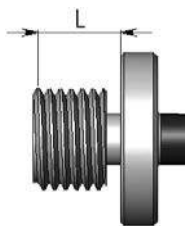
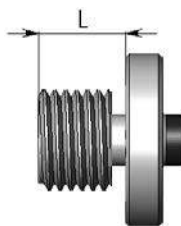
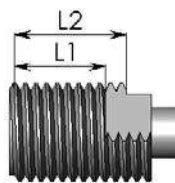
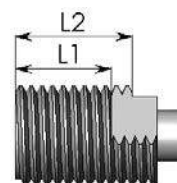

Fig. 1
Fig. 2
Fig. 3
Fig. 4
- » Pour ce type de produit, il est nécessaire de spécifier correctement si la longueur à contrôler part du sommet du premier filet (Fig. 1 ou Fig. 3) ou de la face du diamètre fileté (Fig. 2 ou Fig. 4). Cette précision est aussi nécessaire pour les tampons avec repères. Par défaut nous réalisons le tampon suivant la Fig. 1.